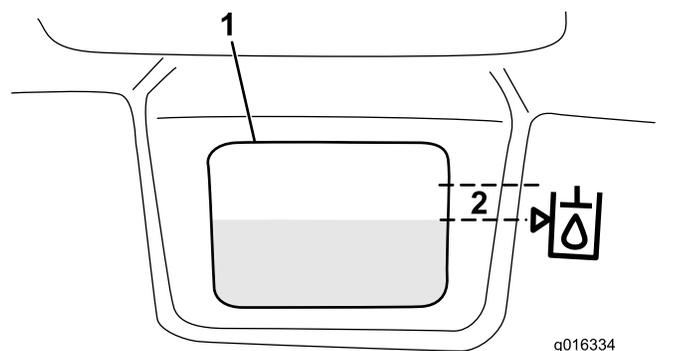

Рисунок 33
3. Медленно заливайте в бак соответствующую гидравлическую жидкость, пока ее уровень не будет находиться напротив стрелки (или в пределах расстояния 6 мм от нее) указателя рядом с белым окном на передней стороне бака (Рисунок 33). Не допускайте переполнения.